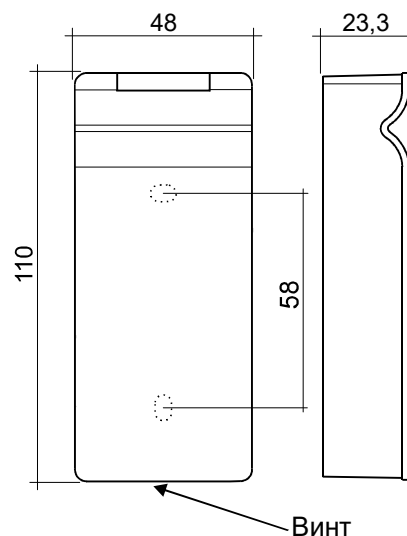

Рис.2 Габаритные размеры
- разметьте и просверлите отверстия для крепления под размер отверстий сетевого контроллера (рис.2);